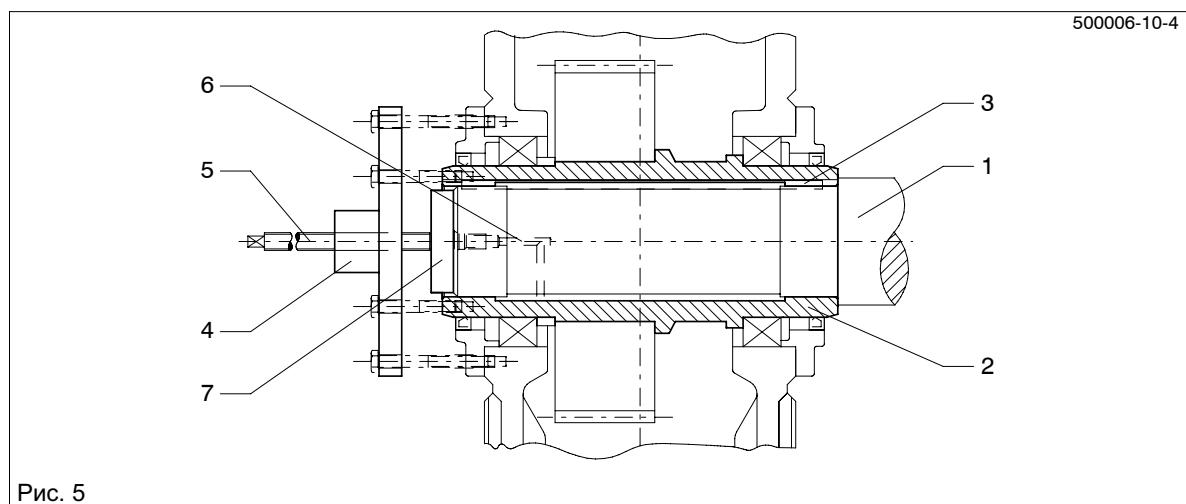

Рис. 5
- После достаточного действия растворителя снять передачу при помощи устройства согласно рис. 5 или рис. 6.
Если при этом, как показано на рис. 5, опора не только на полый вал, но и имеется дополнительное объединение с кожухом, силы отжима не должны превышать значений, приведенных в приведенной ниже таблице.